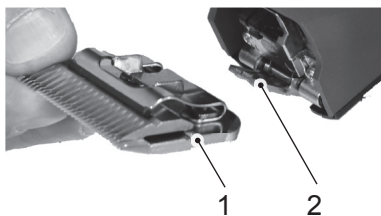

Fig. 8
6. Sätt klipphuvudet på svängarmen och vik den över den påslagna klippen med lätt tryck (fig. 8, 9, 10).